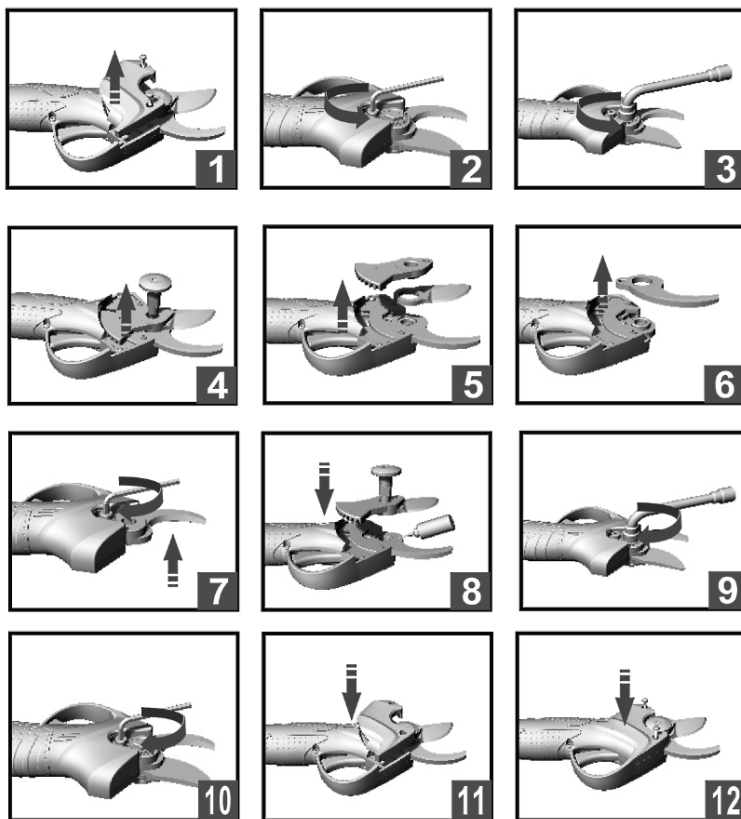

Рисунок 5
4.3 Заміна різальних лез (дивіться рисунок 5):